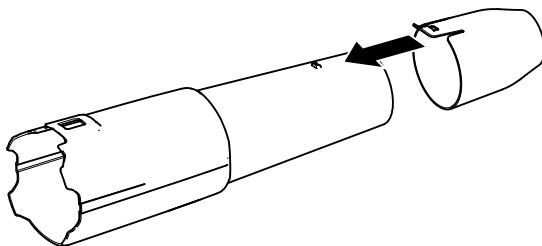

Figura 3
2. Deslize o tubo do soprador para a estrutura do soprador. Poderá ser necessário pressionar o trinco do tubo para que o tubo do soprador encaixe no devido lugar (Figura 3).